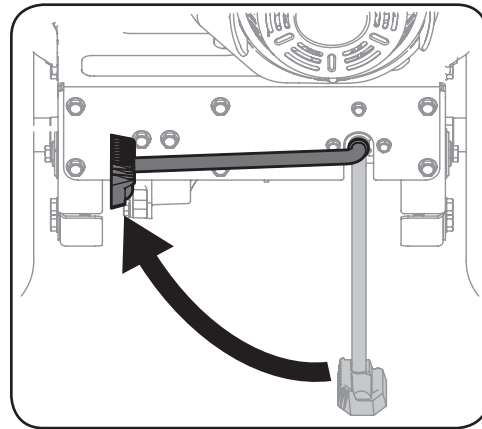

Figura 4-2
1. Con el soporte en la posición UP (arriba) en la base de potencia FLEX™, como se indica en la Figura 4-2, hágalo girar hacia el accesorio quitanieve.